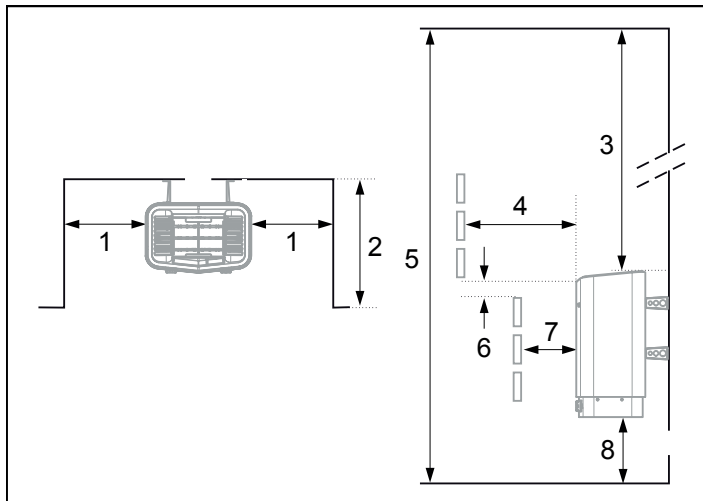

Fig 3: Рисунок 3: Размещение каменки – установка в нише
- У той же стены что и дверь (только в исключительном случае у боковой стены, но тогда как можно ближе к дверному проему). Возможно размещение каменки в нише (см. Рисунок 3).
Установите устройство на безопасном расстоянии от пола, боковых стен и элементов интерьера (см. Рисунок 3).